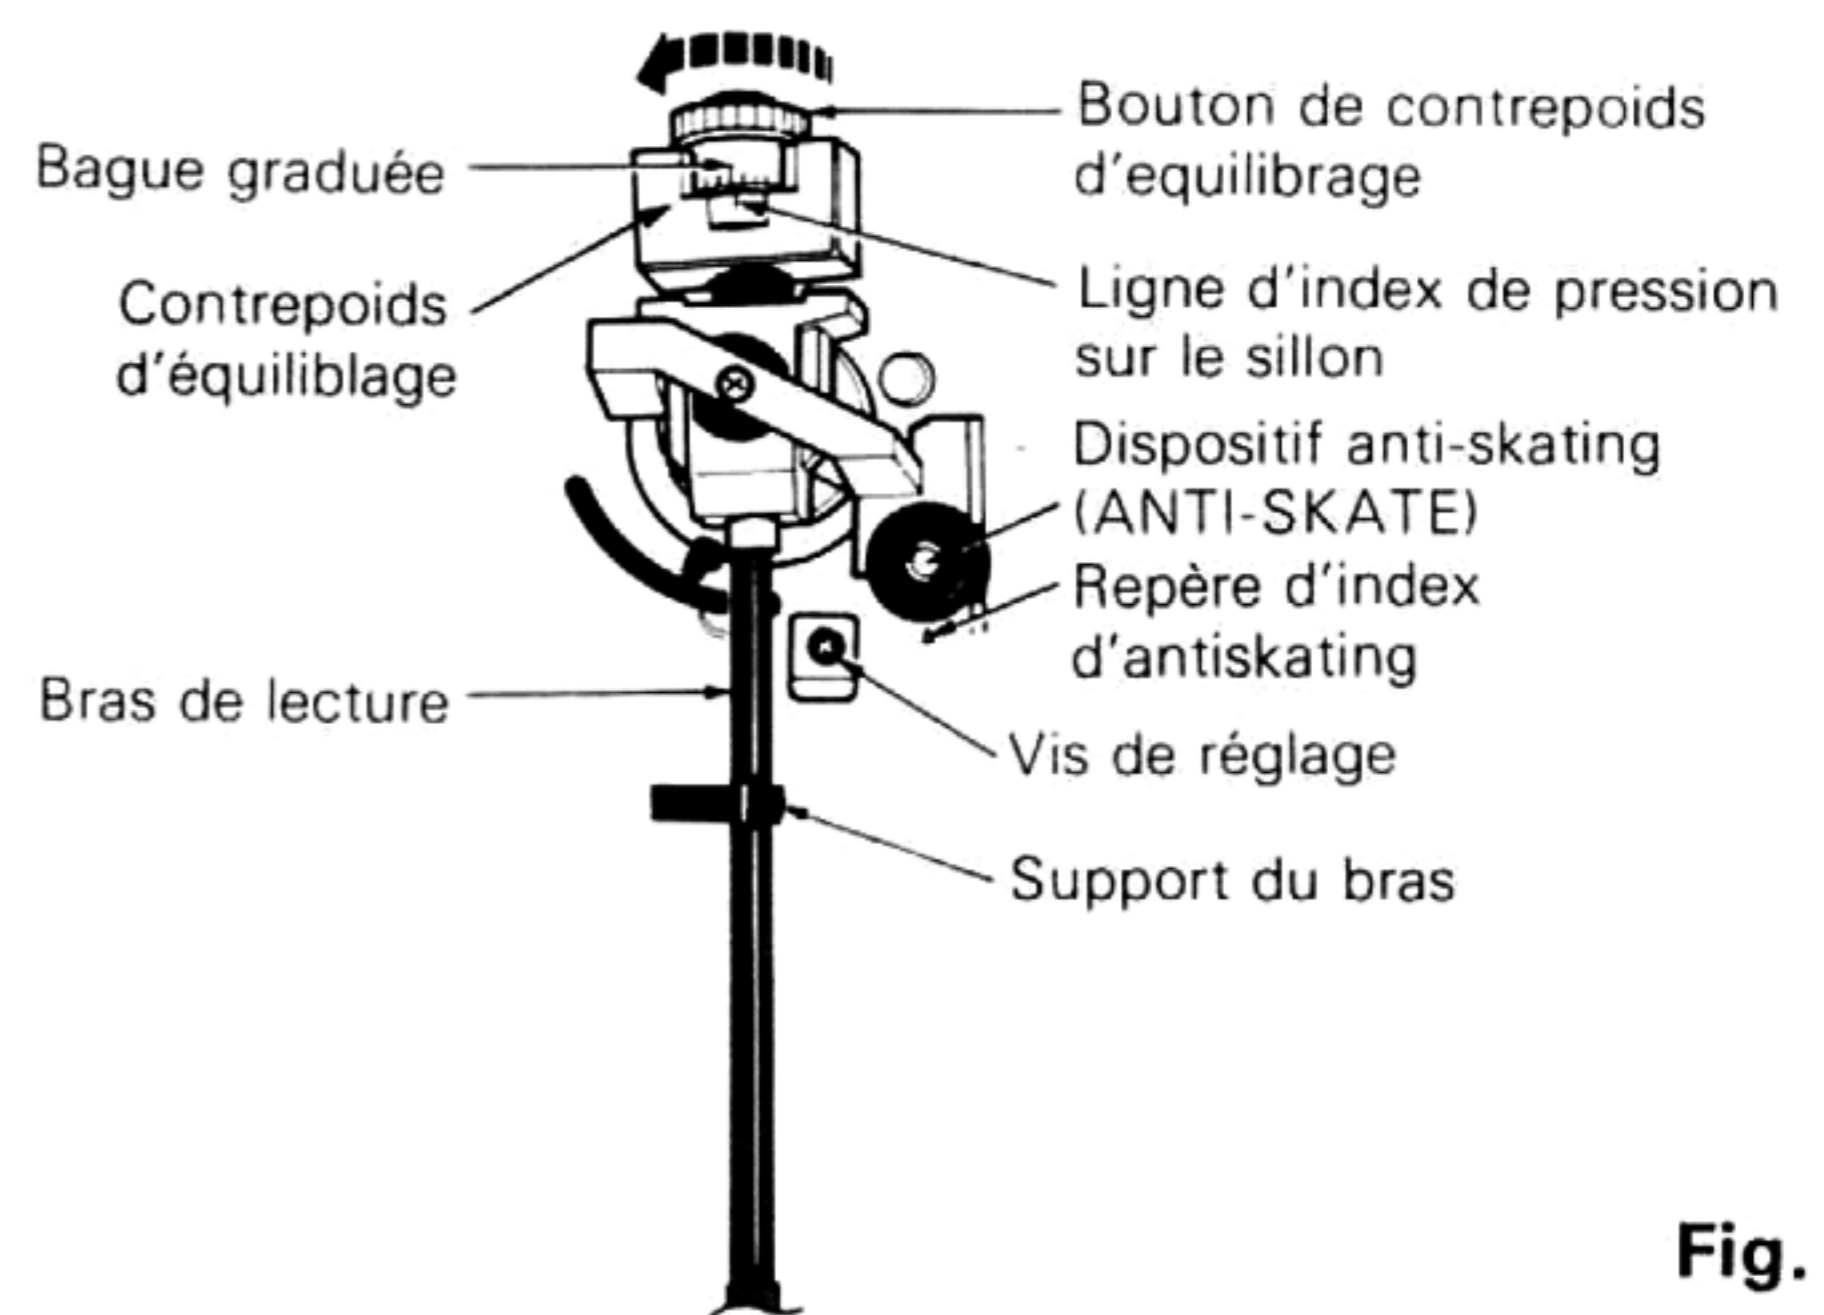

Fig. 3
1. Mettre le dispositif anti-skating '0' au repère d'anti-skating et détacher le bras de lecture de son support. (Voir la Fig. 3)
4. Faire tourner le bouton du contrepoids d'équilibrage dans le sens de la flèche de la figure et la régler sur la valeur recommandée de la pression pour la cellule utilisée. (Voir la Fig. 3)
S'il se révèle impossible de parvenir à ce jeu, retirer le capuchon et régler la hauteur du guide de bras en faisant tourner la vis de réglage. (Voir la Fig. 3)